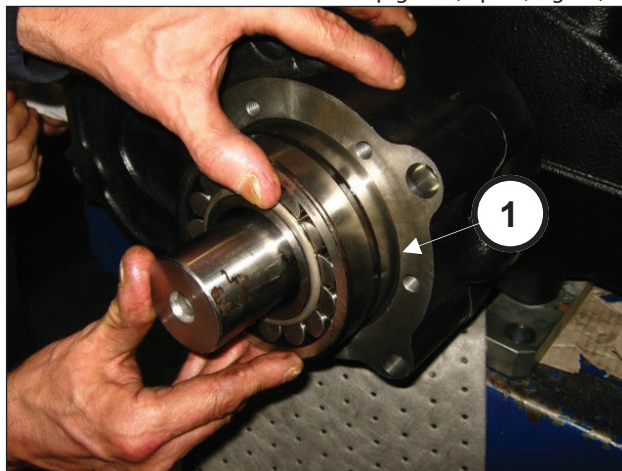

Fig. 87
Placer le roulement 55x120x43 sur le pignon (rep. ①, Fig. 87).